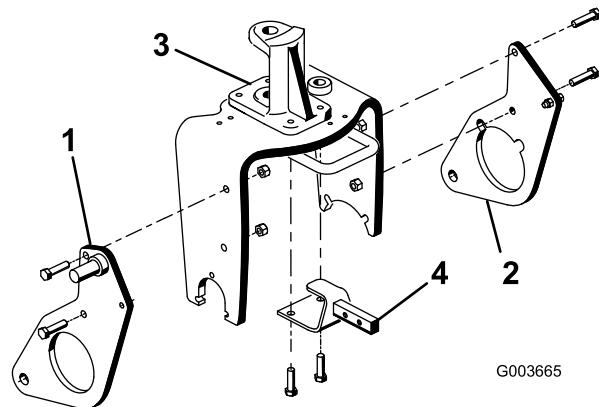

Figura 6
- Monte, sem apertar, a placa do arado direita ao lado direito do garfo da roda com 2 parafusos (1/2 x 2 polegadas) e porcas de bloqueio como indicado em Figura 6. Não aperte os dispositivos de fixação.
- Repita o procedimento com a placa do arado do lado esquerdo (Figura 6).
- Remova e deite fora os 2 parafusos que seguram a frente da articulação da direcção à parte de cima do garfo da roda (Figura 6).
- Usando os orifícios de montagem do garfo da roda e da articulação da direcção, monte o suporte de engate do chassis à parte de baixo do garfo da roda com 2 parafusos (1/2 x 1-3/4 polegadas) (Figura 6). Pode ser necessário esvaziar parcialmente o pneu para obter acesso.